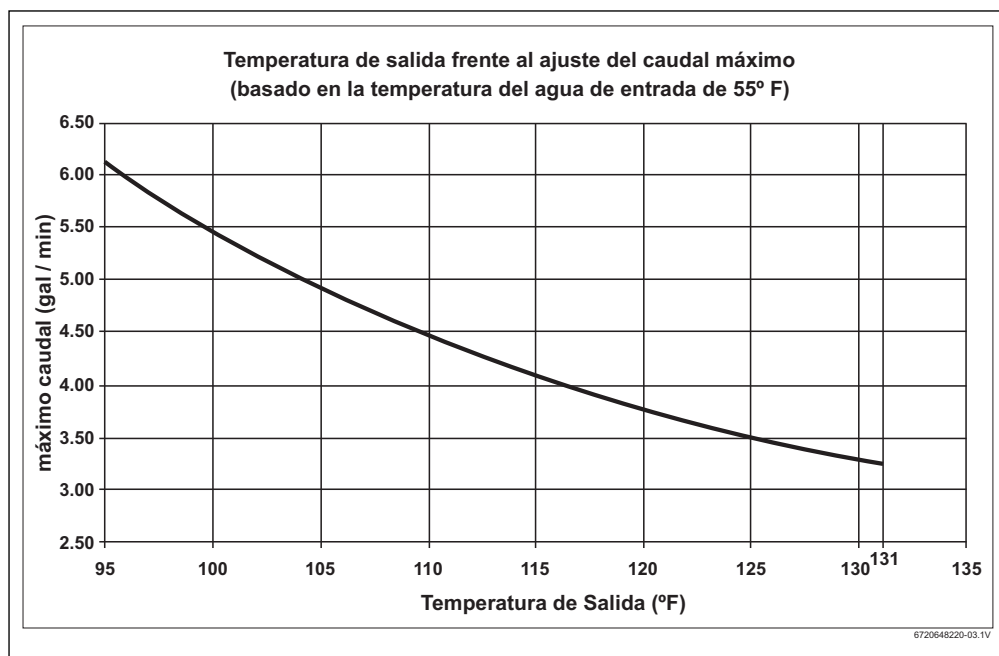

Fig. 8
- Ajuste la válvula de cierre de salida hasta que el rango de flujo de agua caliente corresponde con el valor en la Fig. 8 siguiente.
Estas cifras se basan en una temperatura de agua de entrada de 55 °F y una alimentación de 240 voltios. Si la temperatura de entrada de agua es inferior a 55 °F, o si la alimentación de voltaje es menor de 240 voltios, entonces la temperatura de salida será inferior a lo que se muestra en la Fig. 8. Si se desea una toma de mayor temperatura de agua, a entonces, reduzca el rango de flujo y / o suministro de la unidad con 240 voltios.
La temperatura del agua de entrada es demasiado fría	Compruebe que el calentador es de tamaño apropiado para su ubicación geográfica. Gire el mando de la temperatura en la parte inferior del agua totalmente en el sentido de las manecillas del reloj para establecer la temperatura máxima. Asegúrese que los rangos de flujo dentro del calentador están dentro de las especificaciones. Consulte la Fig. 8 en la page 14 del manual. Se recomienda el uso de una válvula de aislamiento en la salida de agua caliente para el control de velocidad de flujo.
El control de temperatura de disco está activado demasiado bajo	Ajuste el flujo de agua para mantenerse dentro de las especificaciones del calentador de agua. Vea la Fig. 8 de este manual.
El flujo de agua es demasiado grande	Ajuste el flujo de agua para mantenerse dentro de las especificaciones del calentador de agua. Vea la Fig. 8 de este manual.
Salida de las válvulas de cierre establecidas demasiado bajo	Ajuste la válvula de salida que se suministra don la instalación como se describe a continuación: • Abra completamente ambas válvulas de cierre de entrada y salida que se suministran con la instalación en el calentador. (si no hay ninguna instalada, instálelas antes de proceder). • Abra completamente el agua caliente en la llave de agua caliente con más alto flujo a la que le da servicio el calentador (por ejemplo, la bañera). • Cierre lentamente la salida de la válvula de cierre, disminuyendo el caudal de agua hasta que la temperatura en la llave de agua caliente se corresponda con los valores indicados en la Fig. 8 del manual, o se alcance la temperatura deseada del agua.
Cambio de rango de flujo. Abastecimiento de agua conectado a la salida de la unidad.	Los principales cambios en el rango de flujo puede afectar negativamente la temperatura del agua de salida del calentador. El aumento a partir de una llave principal abierta para varios accesorios funcionando a un mismo tiempo puede hacer que la temperatura fluctúe. Manténgase dentro de las especificaciones del calentador. Vea la Fig. 8.